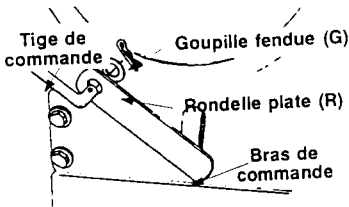

FIGURE 10
- Enfoncez l'extrémité à petit trou de la tige de commande dans le bras de commande sur l'extérieur du châssis de la souffleuse. Attachez avec une rondelle plate (R) et une goupille fendue (G) (la rondelle et la goupille fendue doivent se trouver sur le côté moteur du support). Voir la figure 10.
- Tirez lentement sur la poignée du démarreur (voir la figure 10) jusqu'à ce que vous sentiez une légère résistance. Laissez la corde s'enrouler lentement.